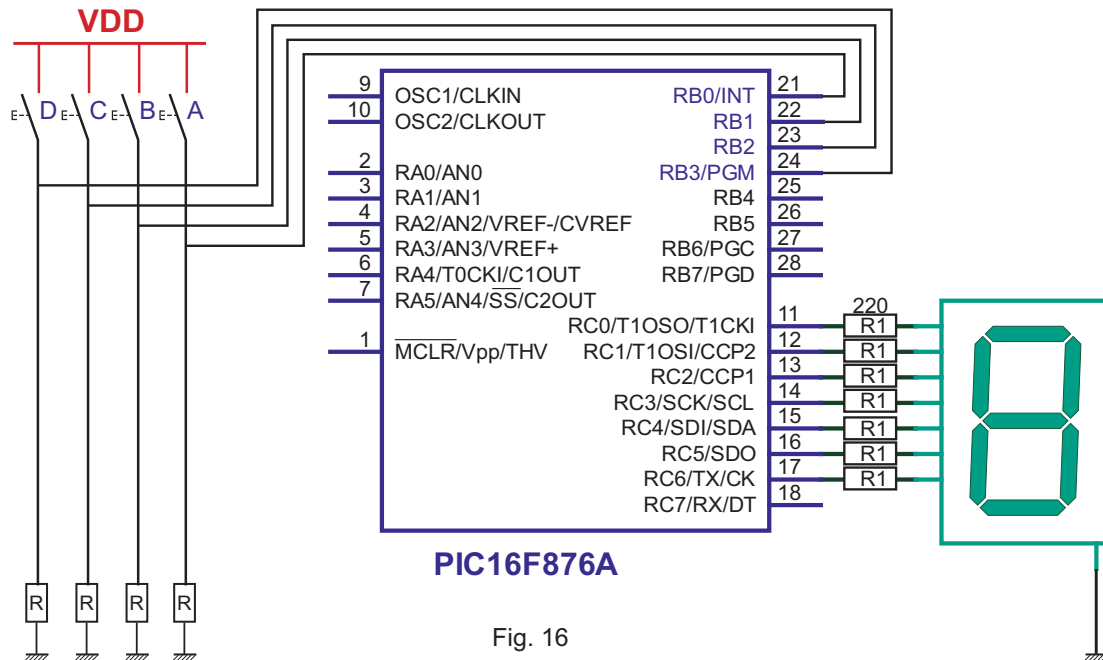

Fig. 16
La figure 16 représente le schéma d'un circuit à base du microcontrôleur PIC 16F876A et d'un afficheur à cathodes communes.
- e- Réaliser le câblage conformément au schéma du circuit de la figure 16.